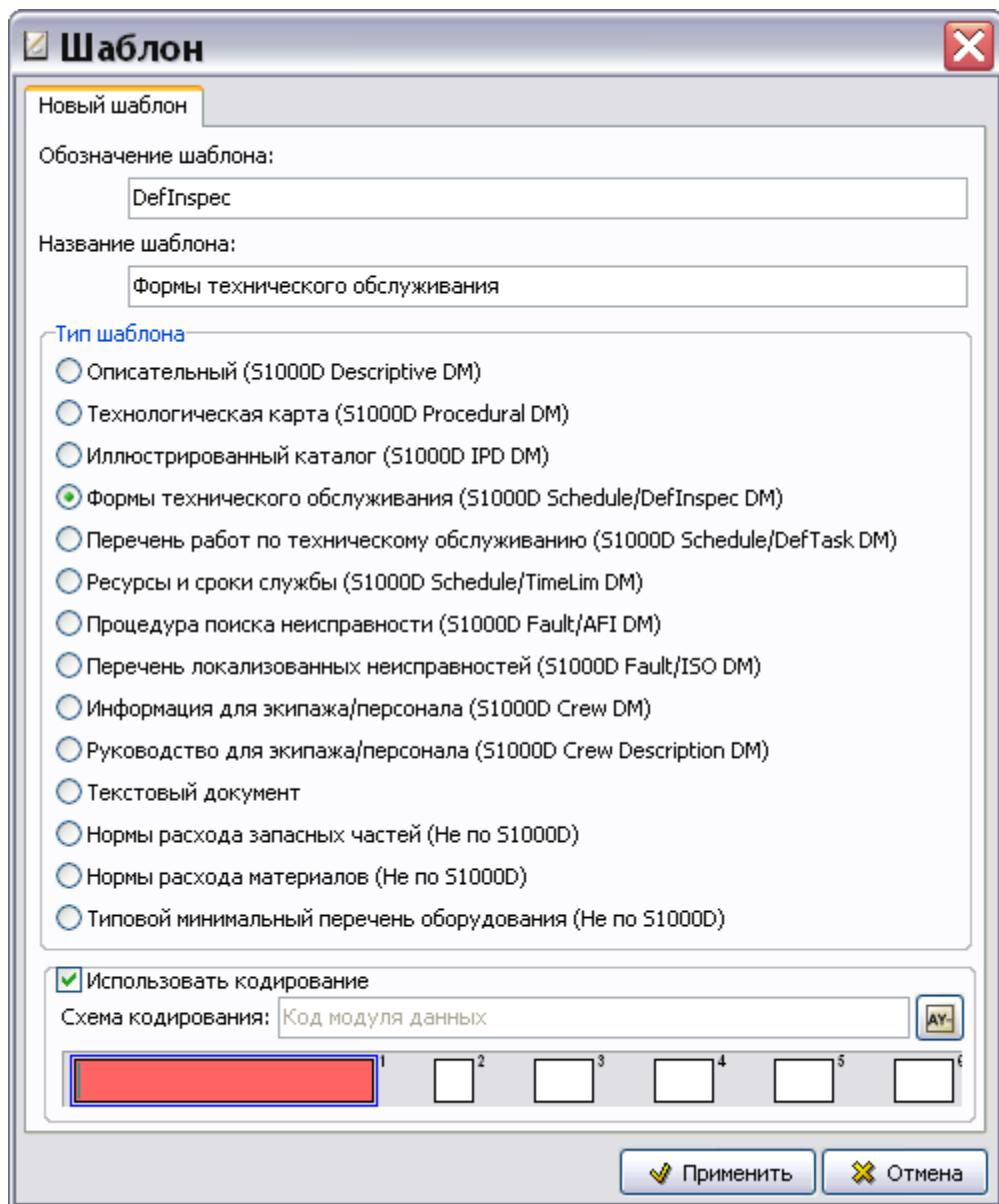

Рис. 3.55
2. В диалоговом окне Шаблон введите обозначение шаблона – «DefInspeс» и название – «Формы технического обслуживания» (Рис. 3.55).
3. Укажите тип шаблона «Формы технического обслуживания» (S1000D Schedule/DefInspeс DM)» (Рис. 3.55).